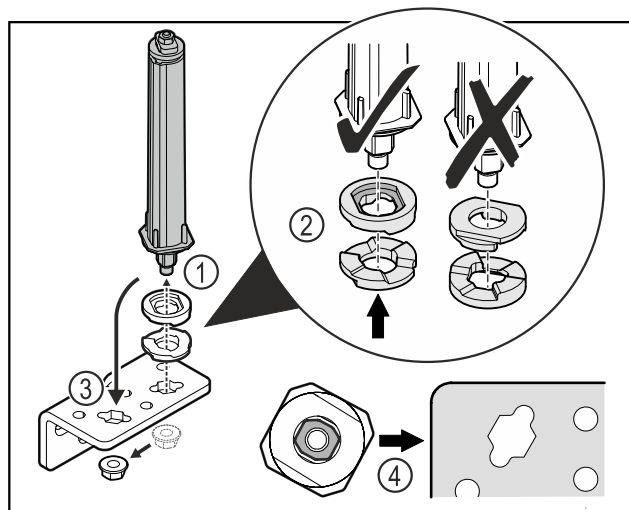

Fig. 38
- ▶ Odkręcić nakrętkę i wyjąć system blokujący drzwi Fig. 38 (1).
- ▶ Zwracać uwagę na prawidłowe ustawienie podkładek do regulacji wysokości Fig. 38 (2).
- ▶ Przełożyć system blokujący drzwi w zawiasie i zamocować nakrętką Fig. 38 (3).
- ▶ Przy wkładaniu zwracać uwagę na prawidłowe ustawienie systemu blokującego drzwi Fig. 38 (4).